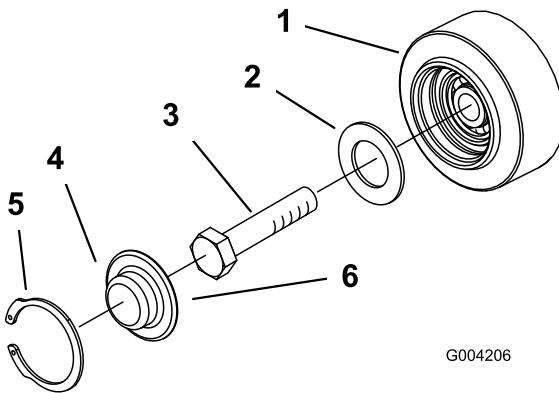

Bild 45
- 3. Nehmen Sie den Sprengring und die Kappe vom Straßenrad ab (Bild 45).
- 4. Prüfen Sie das Schmiermittel unter der Kappe und um die Dichtung (Bild 45). Wenn es schmutzig, körnig oder verbraucht ist, entfernen Sie das gesamte Schmiermittel, wechseln Sie die Dichtung aus und fügen Sie neues Schmiermittel hinzu.
- 6. Setzen Sie die eingefettete Straßenradkappe auf den Schraubenkopf (Bild 45).
- 7. Befestigen Sie die Straßenradkappe mit dem Sprengring (Bild 45).